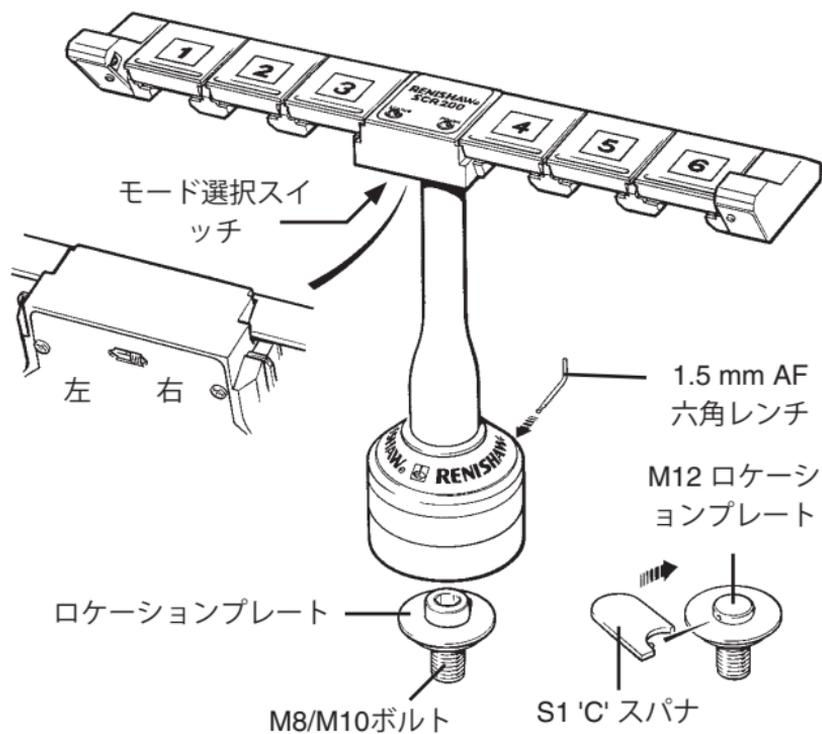

図14 - SCR200ラックのCMMへの取り付け
- 図14を参照ください。
- スライド式スイッチを次のように設定します(図14を参照)。 -